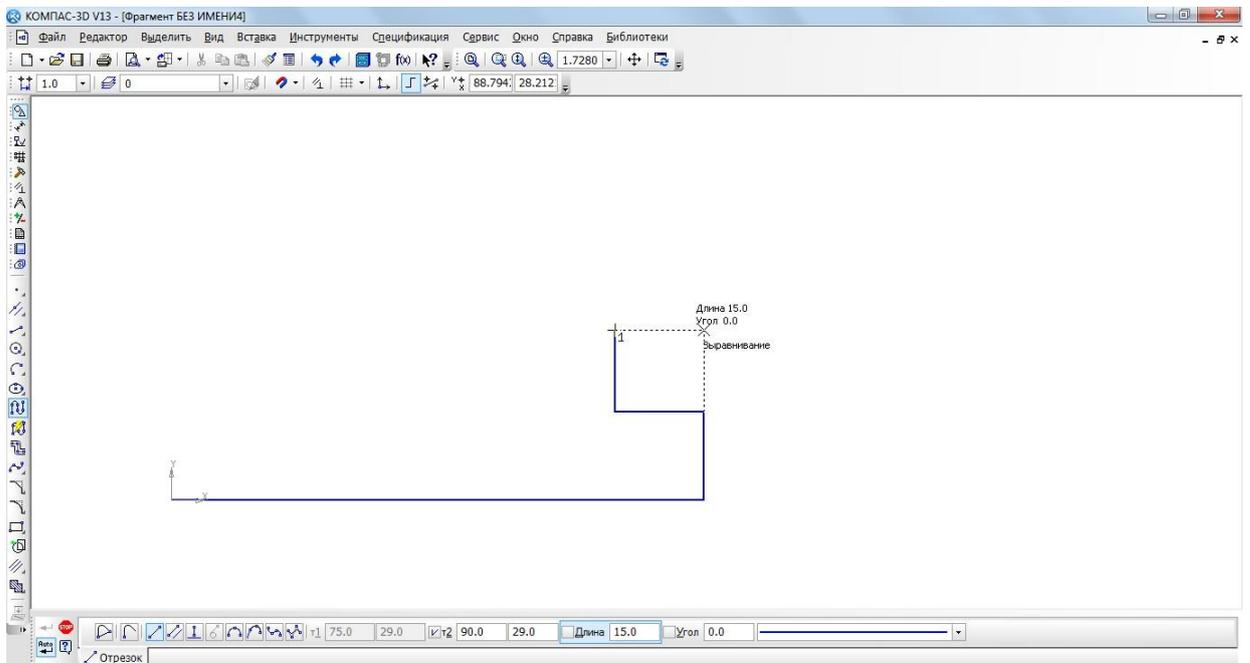

Рис. 5 Установка привязки **Выравнивание**
- установите курсор так, чтобы его «ловушка» захватывала объект (вертикальный отрезок), к которому требуется привязаться. В точке, соответствующей выбранной привязке, появится «крестик», свидетельствующий о срабатывании привязки (рис. 5);